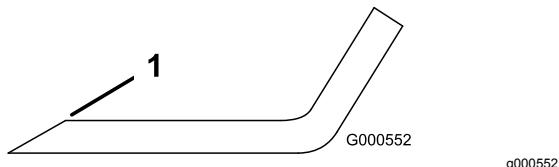

Figure 58
1. Au moyen d'une lime, aiguissez les tranchants aux deux extrémités de la lame (Figure 58).
Remarque: Si la lame est déséquilibrée, limez un peu l'extrémité de l'ailette seulement (Figure 58).